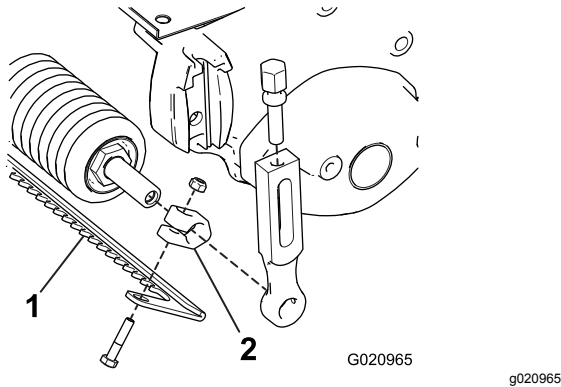

Figura 2
5. Insira um grampo de veio em cada extremidade do veio do rolo (Figura 2).
8. Posicione o raspador entre o rolo frontal e unidade de corte como se mostra na Figura 2.
9. Instale, sem apertar, o raspador em cada grampo com parafuso e porca (Figura 2). Não aperte.